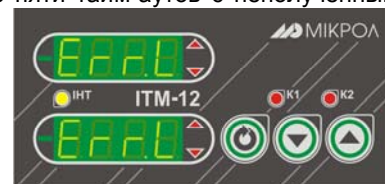

Рисунок 7.2 - Временные диаграммы приема-передачи данных ИМТ-12 в режиме MASTER
- В **параметрах 05, 06** задаются период опроса и тайм-аут ответа соответственно. Период опроса задается в пределах 10-10000мс. При нормальной работе за время этого периода прибор должен успеть передать запрос и принять ответ (рис.7.2.а). По истечении времени периода идет следующий запрос. Таким образом, каждый период ИТМ-12 будет получать данные от запрашиваемого прибора. Если же за время периода опроса ответ не приходит, посылка следующего запроса ожидается до истечения времени тайм-аута ответа. Если ответ придет до окончания тайм-аута, то сразу после его получения будет отправлен следующий запрос (рис.7.2.б). Если ответа не будет до окончания таймаута, тогда будет следующий запрос (7.2.в), и при этом светодиод ИНТ будет гореть до момента получения ответа. После пяти тайм-аутов с неполученным ответом на дисплее будет выведено сообщение об ошибке: